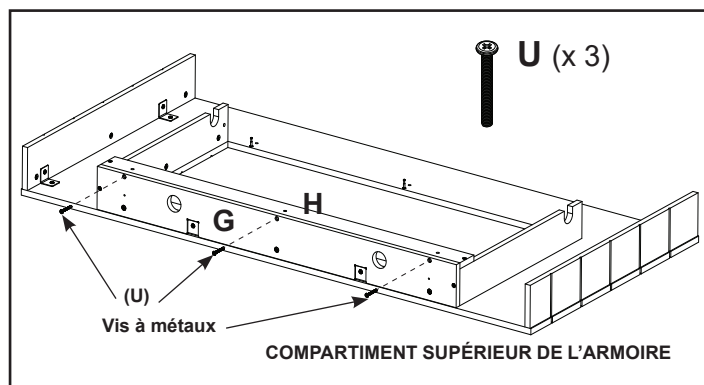

Figure 21
- Fixez la pièce « H » à la pièce « G » à l'aide de trois (03) vis à métaux M6 X 50 (U). Voir la figure 21.